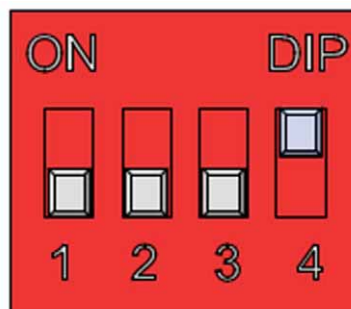

Рисунок 6 – S1.3 – OFF; S1.4 – ON
- S1.3 – OFF; S1.4 – ON (рисунок 6)